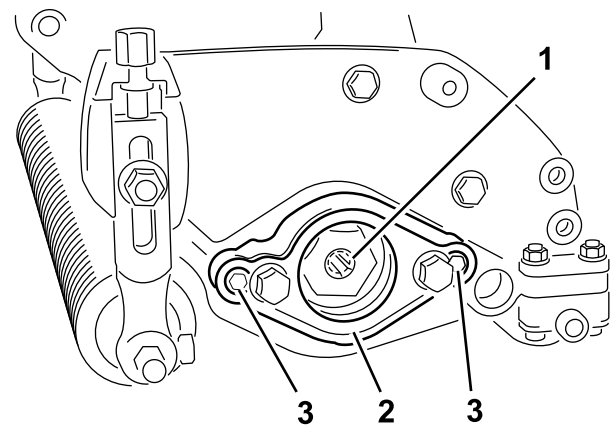

Figura 4
4. Retire el soporte del motor (Figura 4).
5. Aplique grasa al diámetro interno del acoplamiento de tracción (Figura 4).